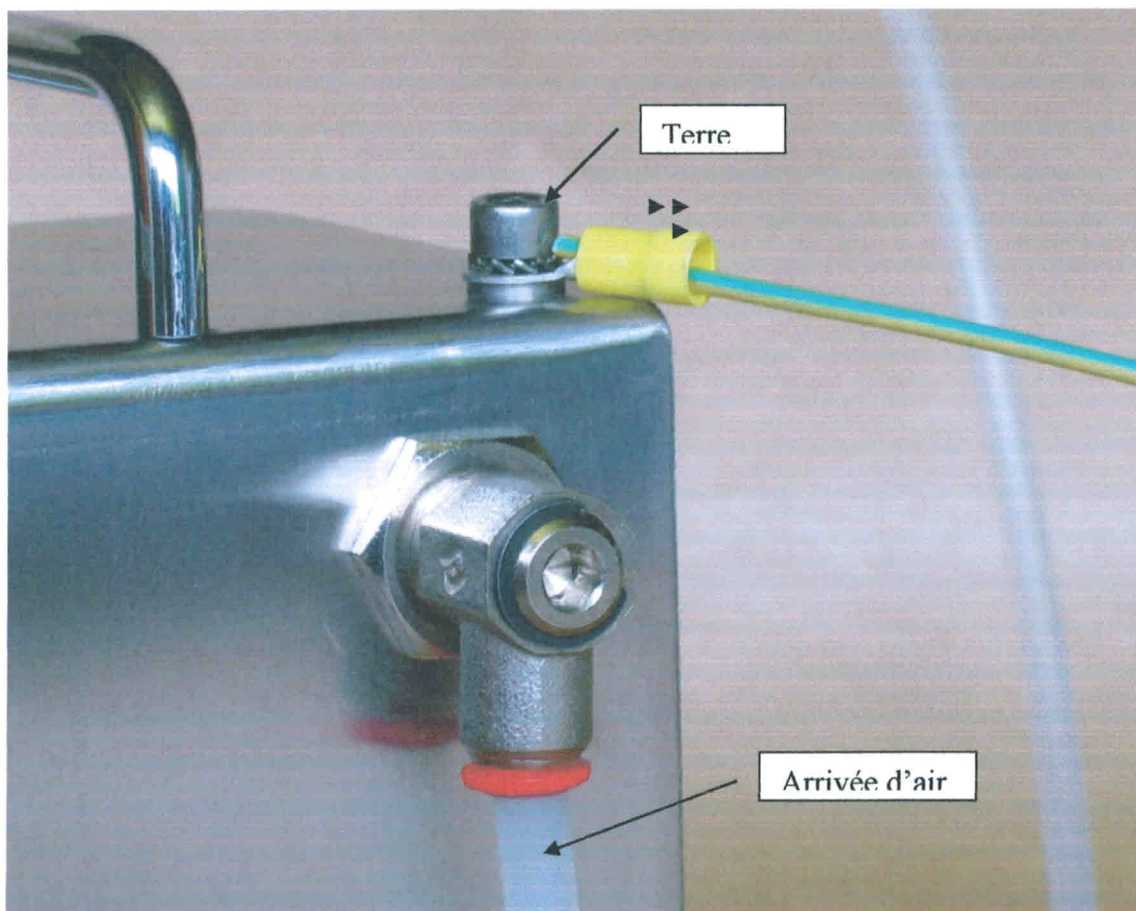

Fig. 1
- 2 - Relier l'ECH à la terre. (Fig. 1)
- 4 - Raccorder l'ECH à l'arrivée d'air comprimé. (Fig. 1).